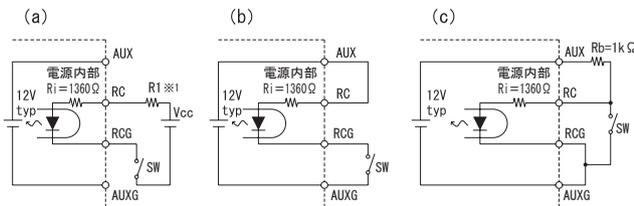

図1.3 リモートコントロール回路の接続例
- 出力のオンオフは、CN3へ信号を入力することで可能となります。外部電源を使用した場合の接続例を図1.3(a)に、内蔵したAUXを使用した場合の接続例を図1.3(b)、(c)に示します。
- ①RC端子に電流を流し込むことで出力を停止します。※ロジックを反転したオプション（-R）もございます。項5の「オプション」を参照ください。
- ②RC端子への流入電流は15mA maxです。
- ③リモートコントロールで出力をオフしても、WRN信号、PG信号は”Low”のままです。
- ④並列運転時や複数台での使用時は、必要な電流、電圧に注意してください。
表1.3 リモートコントロールの仕様2（図1.3の場合）